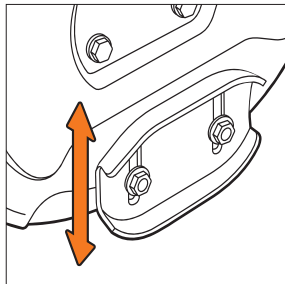

Рис. 40
- Затяните гайки с моментом 25 Н\*м. Лыжи имеют две рабочие поверхности, когда одна из сторон изнашивается переверните на её 180° (Рис. 40).